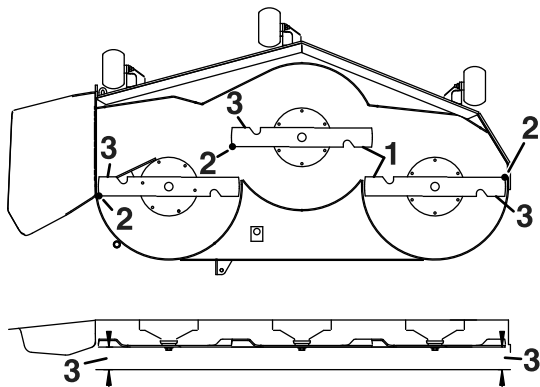

Figure 72
5. Mesurez la distance entre les tranchants extérieurs et le sol plat (Figure 72).